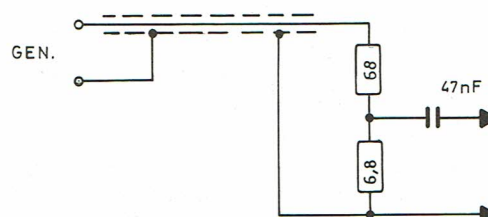

FIG. 17
- Wobulateur avec câble terminé selon fig. 17, aux bornes de R 305.